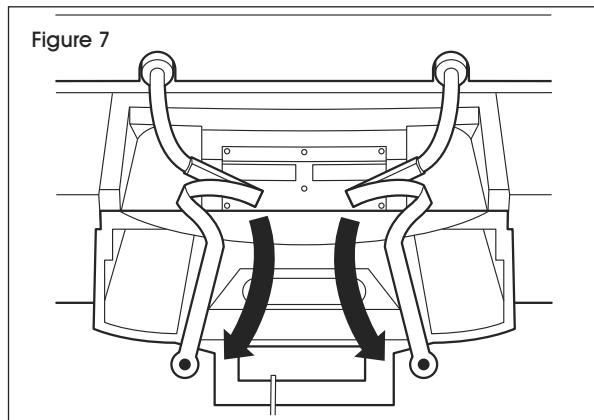

Figure 7
7. Retirez les bandes élastiques de la courroie d'activation et de la buse. Étendre les courroies d'activation sur le côté. (Voir Figure 7)